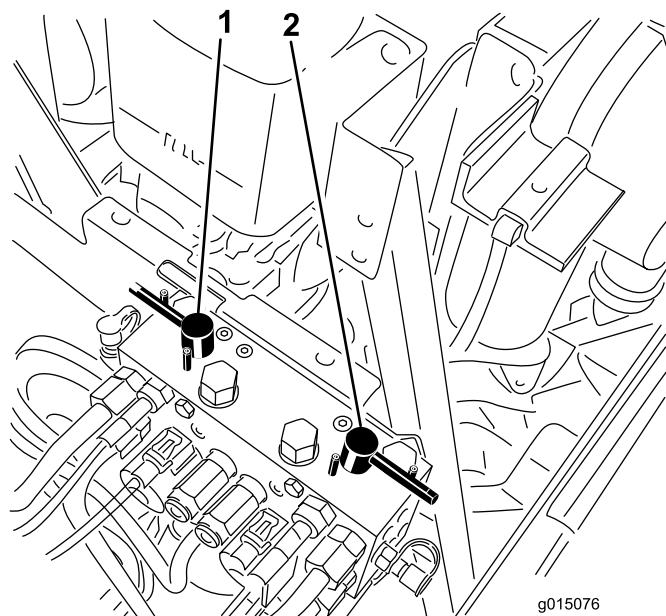

Figura 83
4. Selezionate le leve di lappatura anteriore, posteriore o entrambe per stabilire gli elementi da lappare (Figura 83).